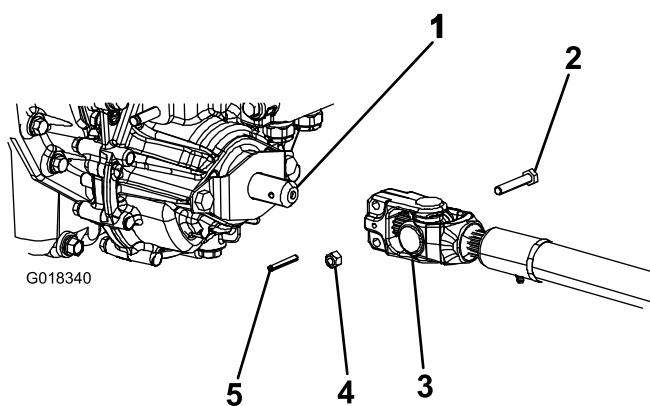

Figura 5
3. Posicione el árbol de transmisión de la TDF debajo de la parte delantera de la máquina. Asegúrese de que la horquilla del árbol de transmisión está orientada (Figura 5) hacia el árbol de la TDF de la transmisión.